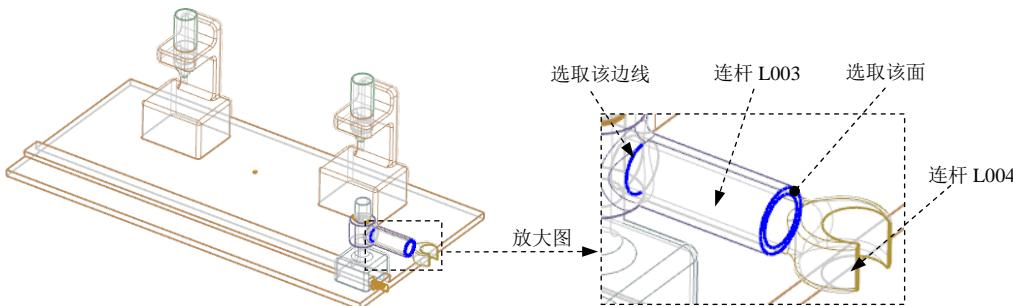

图 10.3.10 定义滑动副（二）
(1) 定义运动副类型。在“运动副”对话框 **定义** 选项卡的 **类型** 下拉列表中选择 **滑动副** 选项。
(2) 选择连杆。选取图 10.3.10 所示的连杆 L004。
(3) 定义原点及矢量。在“运动副”对话框的 **指定原点** 下拉列表中选取“圆弧中心” **○**
选项，在模型中选取图 10.3.10 所示的圆弧为定位原点参照；选取图 10.3.10 所示的面作为矢量参考边，方向向右。
(4) 添加啮合连杆。在“运动副”对话框**基本**区域中选中 **啮合连杆**复选框，单击**选择连杆 (0)**，选取图 10.3.10 所示的连杆 L003。
(5) 定义啮合连杆原点及矢量。在“运动副”对话框**基本**区域的 **指定原点**下拉列表中选取“圆弧中心” 选项，在模型中选取图 10.3.10 所示的圆弧为定位原点参照；选取图 10.3.10 所示的面作为矢量参考边，使方向向右。
(6) 定义驱动。在“运动副”对话框中单击**驱动**选项卡，在**平移**下拉列表中选择**函数**选项；在**函数数据类型**下拉列表中选择**位移**选项；单击**函数**后的**...**按钮，选取 **函数管理器...**选项，在弹出的“XY 函数管理器”对话框中单击 按钮，在弹出的“XY 函数编辑器”**公式=**区域下的文本框中输入函数关系式“STEP( x,4,0,8,45)+STEP( x,16,0,20,-45)+STEP( x,24,0,28,45)+STEP( x,36,0,40,-45)”，其余参数接受系统默认设置，单击两次**确定**按钮，完成驱动的定义。
(7) 单击**应用**按钮，完成第三个运动副的添加。